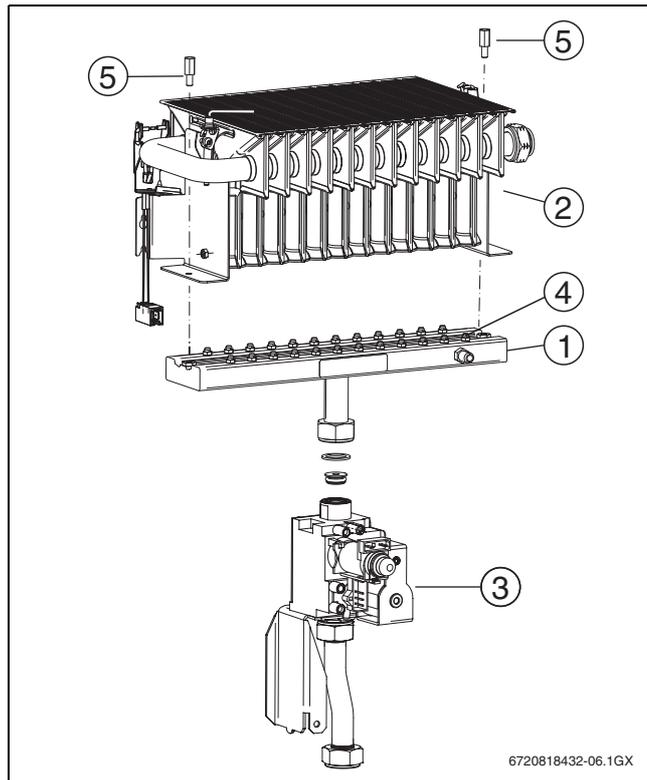

Fig. 49
- ▶ Dévisser les 2 vis (→ fig. 49, [5])
Légende figure 49 :